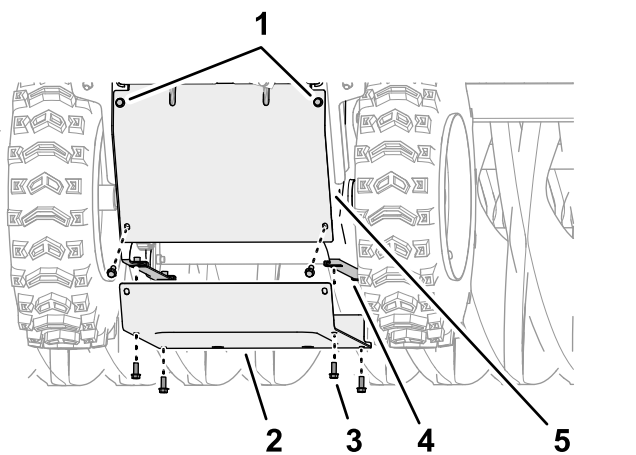

Figura 47
5. En la parte trasera de la máquina, afloje los 2 tornillos con arandela prensada superiores ($\frac{1}{4}$ " x $\frac{5}{8}$ ") que sujetan la cubierta trasera a la máquina (Figura 47).
6. Retire los 6 tornillos con arandela prensada (1/4" x 5/8") que sujetan la cubierta inferior a la máquina, y retire la cubierta (**Figura 47**).